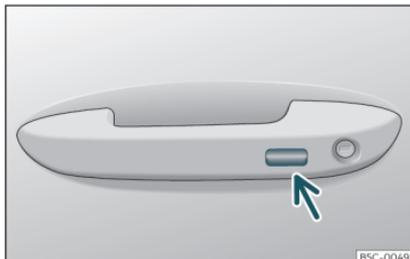

Fig. 84 Poignée de porte : surface sensible.
- **OU** à l'aide du système Keyless Access* (verrouillage uniquement) : Appuyez un doigt pendant quelques secondes sur la surface sensible de verrouillage  **fig. 84** (flèche) de la poignée de porte jusqu'à ce que les vitres et le toit ouvrant* se ferment. Si vous cessez de toucher la surface sensible, la fonction d'ouverture/fermeture s'interrompt.
- Appuyez un doigt pendant quelques secondes sur la surface sensible de verrouillage >>> fig. 84 (flèche) de la poignée de porte jusqu'à ce que le toit ouvrant se ferme. Si vous cessez de toucher la surface sensible, la fonction d'ouverture/fermeture s'interrompt.